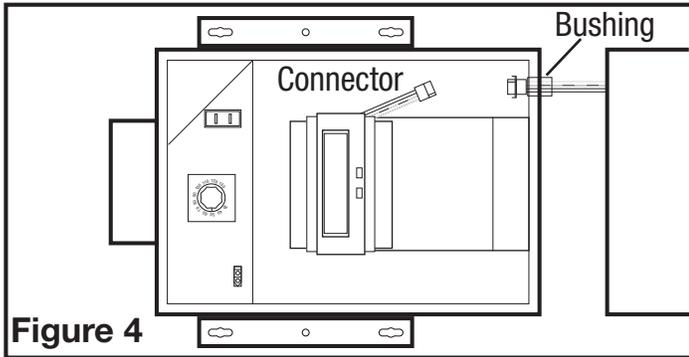

Figure 4
6. Installez la douille en plastique incluse dans le trou défonçable pour protéger les fils (**Figure 4**).
7. Faites passer le connecteur électrique de l'unité de chauffage à travers le trou défonçable et connectez-le au connecteur à 3 broches à partir de la commande à l'intérieur de l'unité principale (**Figure 4**).